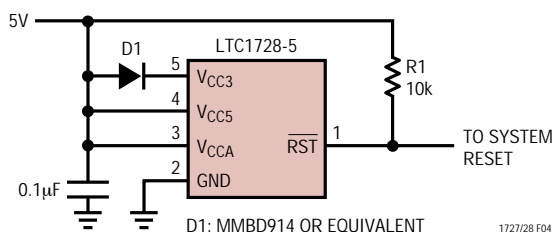

図4 . 5V単電源をモニタするLTC1728-5。3.1Vから4V近傍で $\overline{\text{RST}}$ が“H”にならないようにするためD1を使用(図3参照)。
3.1V ~ 4.15Vの範囲で $\overline{\text{RST}}$ 出力が“H”になる危険(おそらく5V電源の立上りが非常に遅いため)を犯せない15Vシステム用の簡単な回路を図4に示します。ダイオードD1は V_{CC3} ピンの電圧を V_{CC5} より約0.6V下げて、LTC1728-5に電力を供給します。これにより、デバイス内部のオーバライド回路が起動するのを防ぎます。オーバライド回路が有効でなければ、 V_{CC5} が V_{RT5} (約4.675V)に達するまで $\overline{\text{RST}}$ ピンは“L”に保たれます。(図5参照)